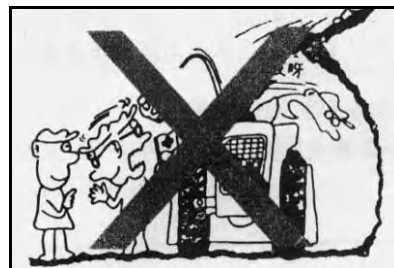

图 1- 34
- 在道崖子或山崖可能崩塌的地方进行作业时，必须施行确保安全的办法，派监视员并听从其指示。(图 1- 34)